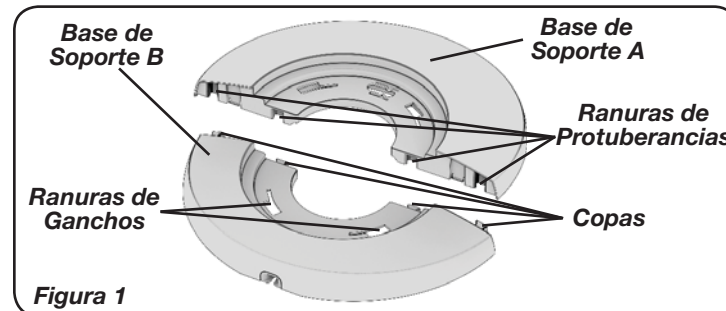
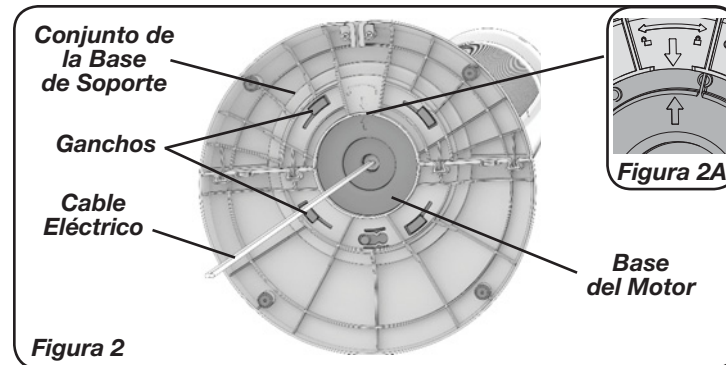

Figura 1
Figura 2
2. Ensamble las mitades de la base de apoyo al interconectar las *Protuberancias* en la *Base de Apoyo B* en las *Ranuras de la Protuberancia* en la *Base de Apoyo A*. (Figura 1)
3. Alinee la *Montura de la Base* de apoyo con la *Base del Motor*. Introduzca el cable eléctrico a través del orificio grande en el centro de la montura de la base de apoyo. Asegúrese de alinear las *Ranuras de los Ganchos* (Figura 1) en la *Montura de la Base* de apoyo con los *Ganchos* en la *Base del Motor*. La flecha de alineación en la montura de la base de apoyo debe estar alineada con la flecha de alineación en la *Base del Motor* (Figura 2 y Figura 2A).